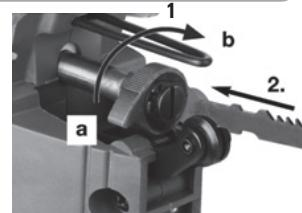

FIGURA 2
Colocando a lâmina da serra (ver figura 2): Levante a proteção de corte (item 12 - figura 1), rodar a alavanca (a) no sentido da seta e manter pressionado. Inserir a lâmina da serra na entrada (b) e empurrar até o encosto. Durante esta operação a parte traseira da lâmina deve estar bem assentada na ranhura do rolamento de suporte da lâmina da serra. Solte a alavanca que deve assumir sua posição de origem, para poder travar a lâmina da serra. Abaixe a proteção de corte.